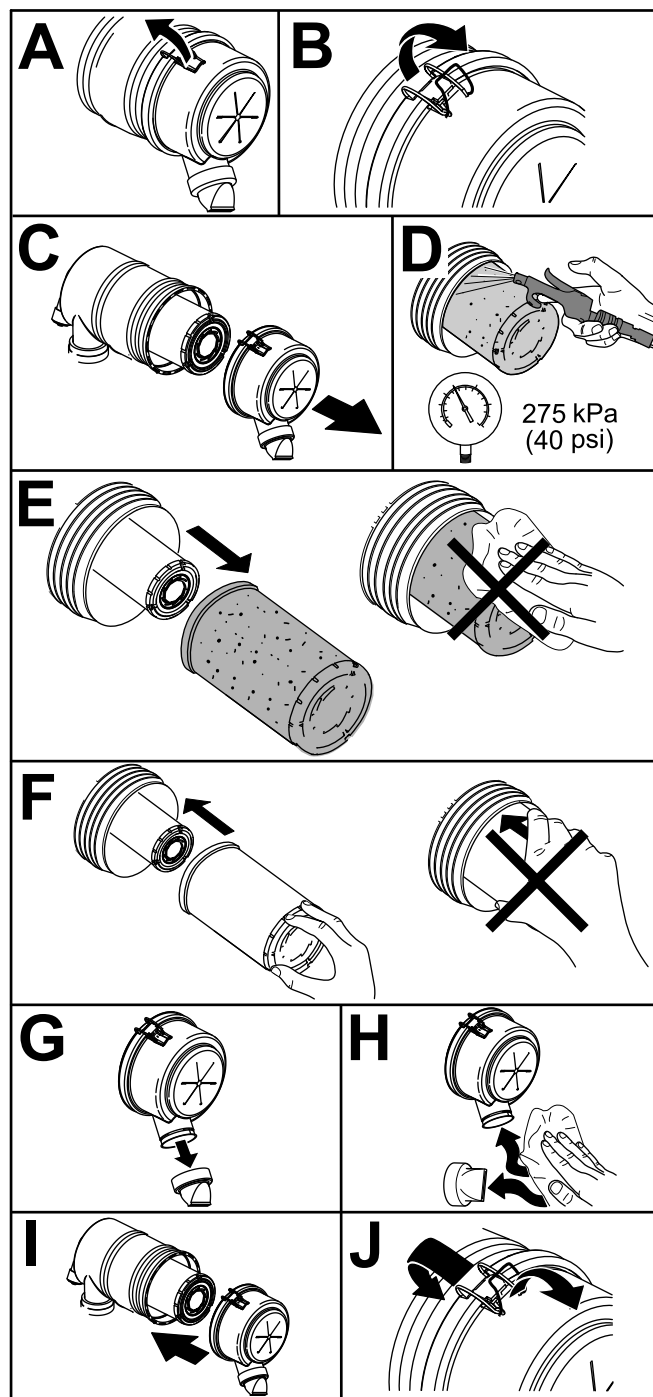

Figure 83
1. Remplacez le filtre à air (Figure 83).